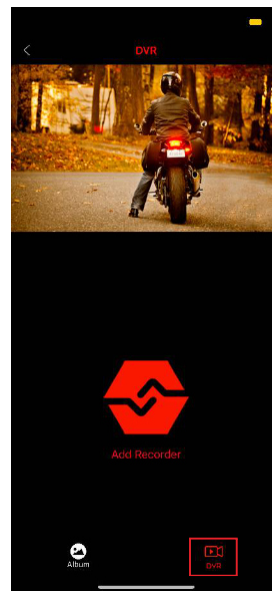

Figure 7
5.4 Cliquez sur [DVR] dans la page principale, puis revenez à la page principale de l'enregistreur ; (Voir Figure 7)